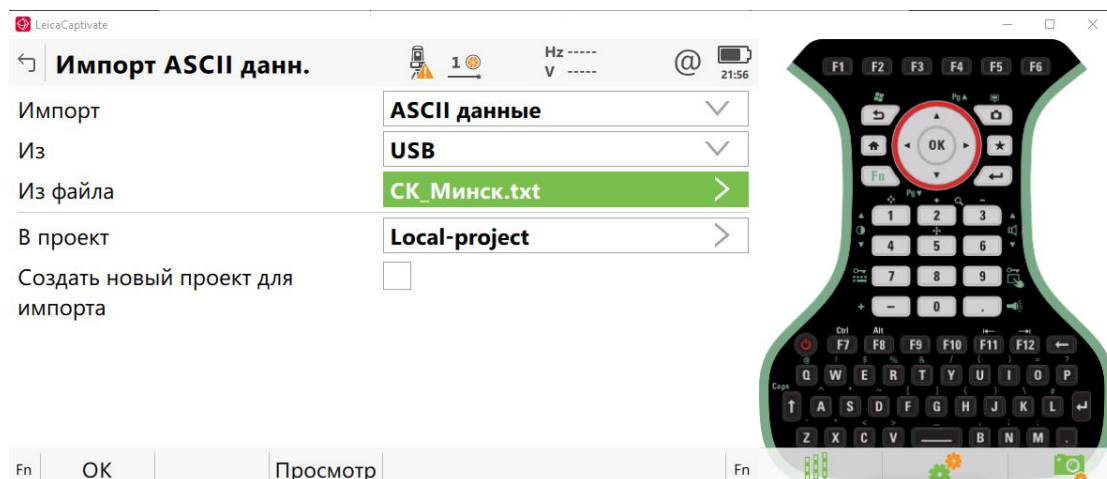

Рисунок 8 – Импорт данных в проект
8. Выбираем созданы проект → импорт данных из→ASCII / GSI и импортируем данные с координатами точек в СК Минск из текстового файла, предварительно разместив этот файл в расположении программы по следующему пути: C:\Users\Public\Documents\Leica Captivate\CS\USB Memory Device\Data (рис. 8):